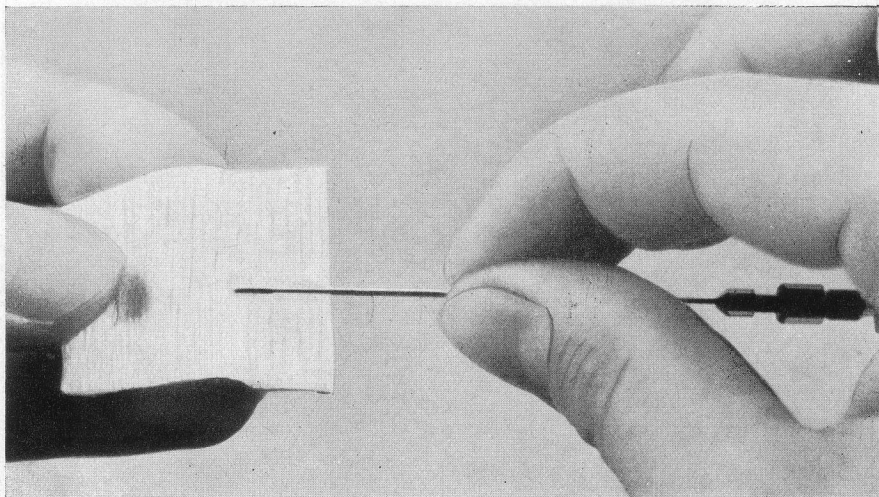

Bild 2
Die Katode (16) ist am Sockel (10) so weit zurückzuschrauben, daß sie nicht über die Anode (14) heraussteht. Mit einem feuchten Stück Zellstoff wird nun die Anode von anhaftenden Elektrolytresten usw. gesäubert (Bild 2).